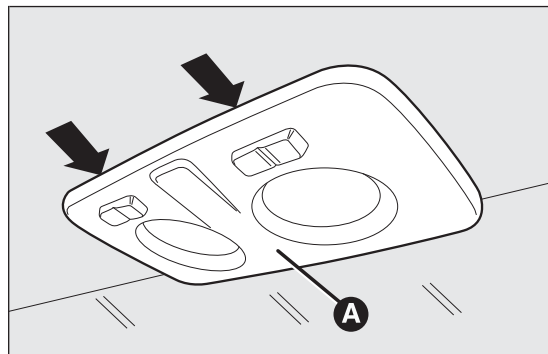
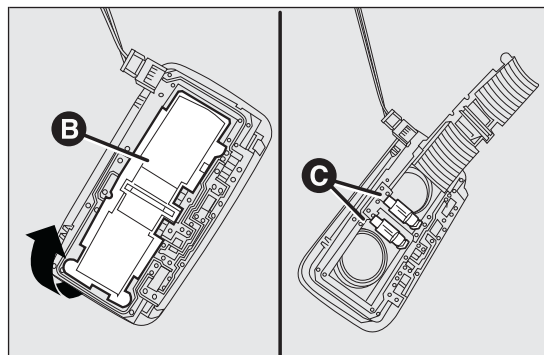

fig. 150
fig. 151
- ☐ presionar en los puntos indicados por las flechas y quitar el plafón A fig. 150;
- ☐ abrir la tapa de protección B fig. 151;
- ☐ volver a cerrar la tapa B fig. 151 y fijar el plafón A fig. 150 en su alojamiento asegurándose de que queda bloqueado correctamente.